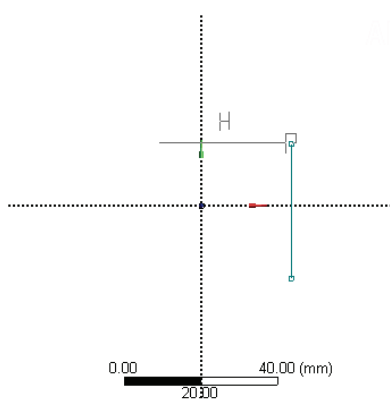

图 3-90 绘制第一条水平边
- 6) 在图形区域绘制第一条水平边。方法为单击竖直边上的一个点，然后移动鼠标至图形中显示 H 字母（见图 3-90）；然后再单击鼠标即可得到第一条水平边。